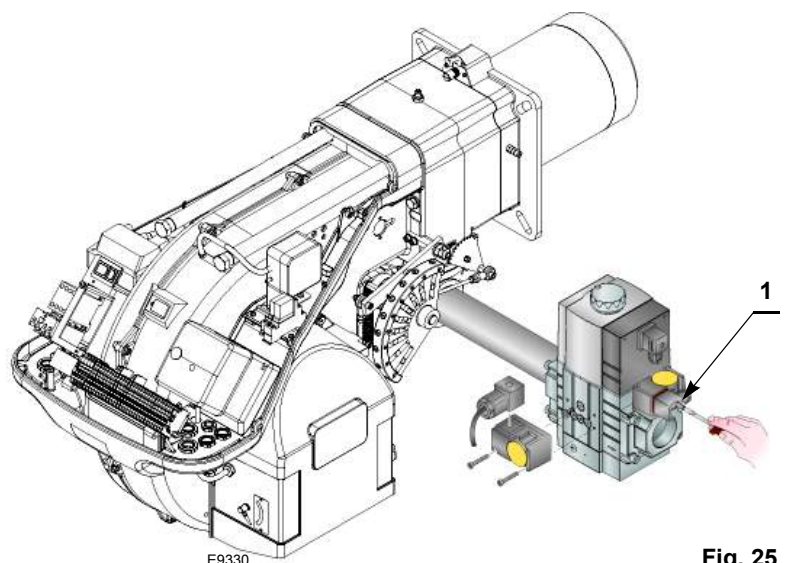

Fig. 25
- Controlar la presión de la alimentación de gas conectando un manómetro en la toma de presión 1)(Fig. 25) del presostato gas de mínima: debe ser inferior a la presión máxima permitida de la rampa de gas, que figura en la placa de características.
- Purgar el aire de la tubería de la rampa de gas conectando un tubo de plástico en la toma de presión 1)(Fig. 25) del presostato gas de mínima. Llevar hacia el exterior del edificio el tubo del purgado, hasta que se huela el gas.